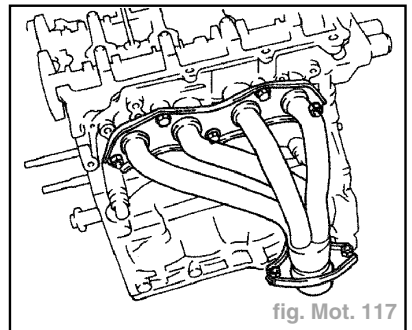

fig. Mot. 117
- Déposer les 3 boulons, les 2 écrous, le collecteur d'échappement et le joint d'étanchéité (fig. Mot. 117).